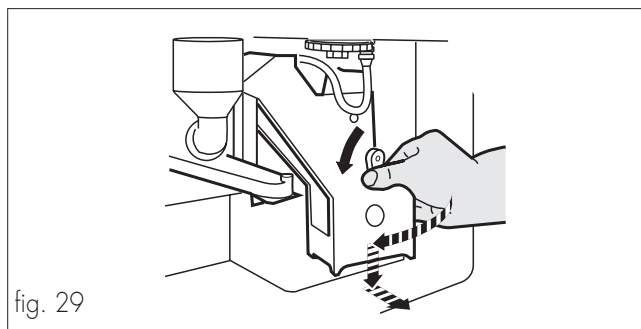

fig. 29
- Portare la leva di aggancio in posizione 3 ed estrarre il gruppo caffè facendo ruotare leggermente sul raccordo di collegamento al miscelatore del latte (fig. 29). Lavarlo completamente in acqua tiepida, asciugarlo e reinserirlo nell'apposita sede tenendo la leva in posizione 3.